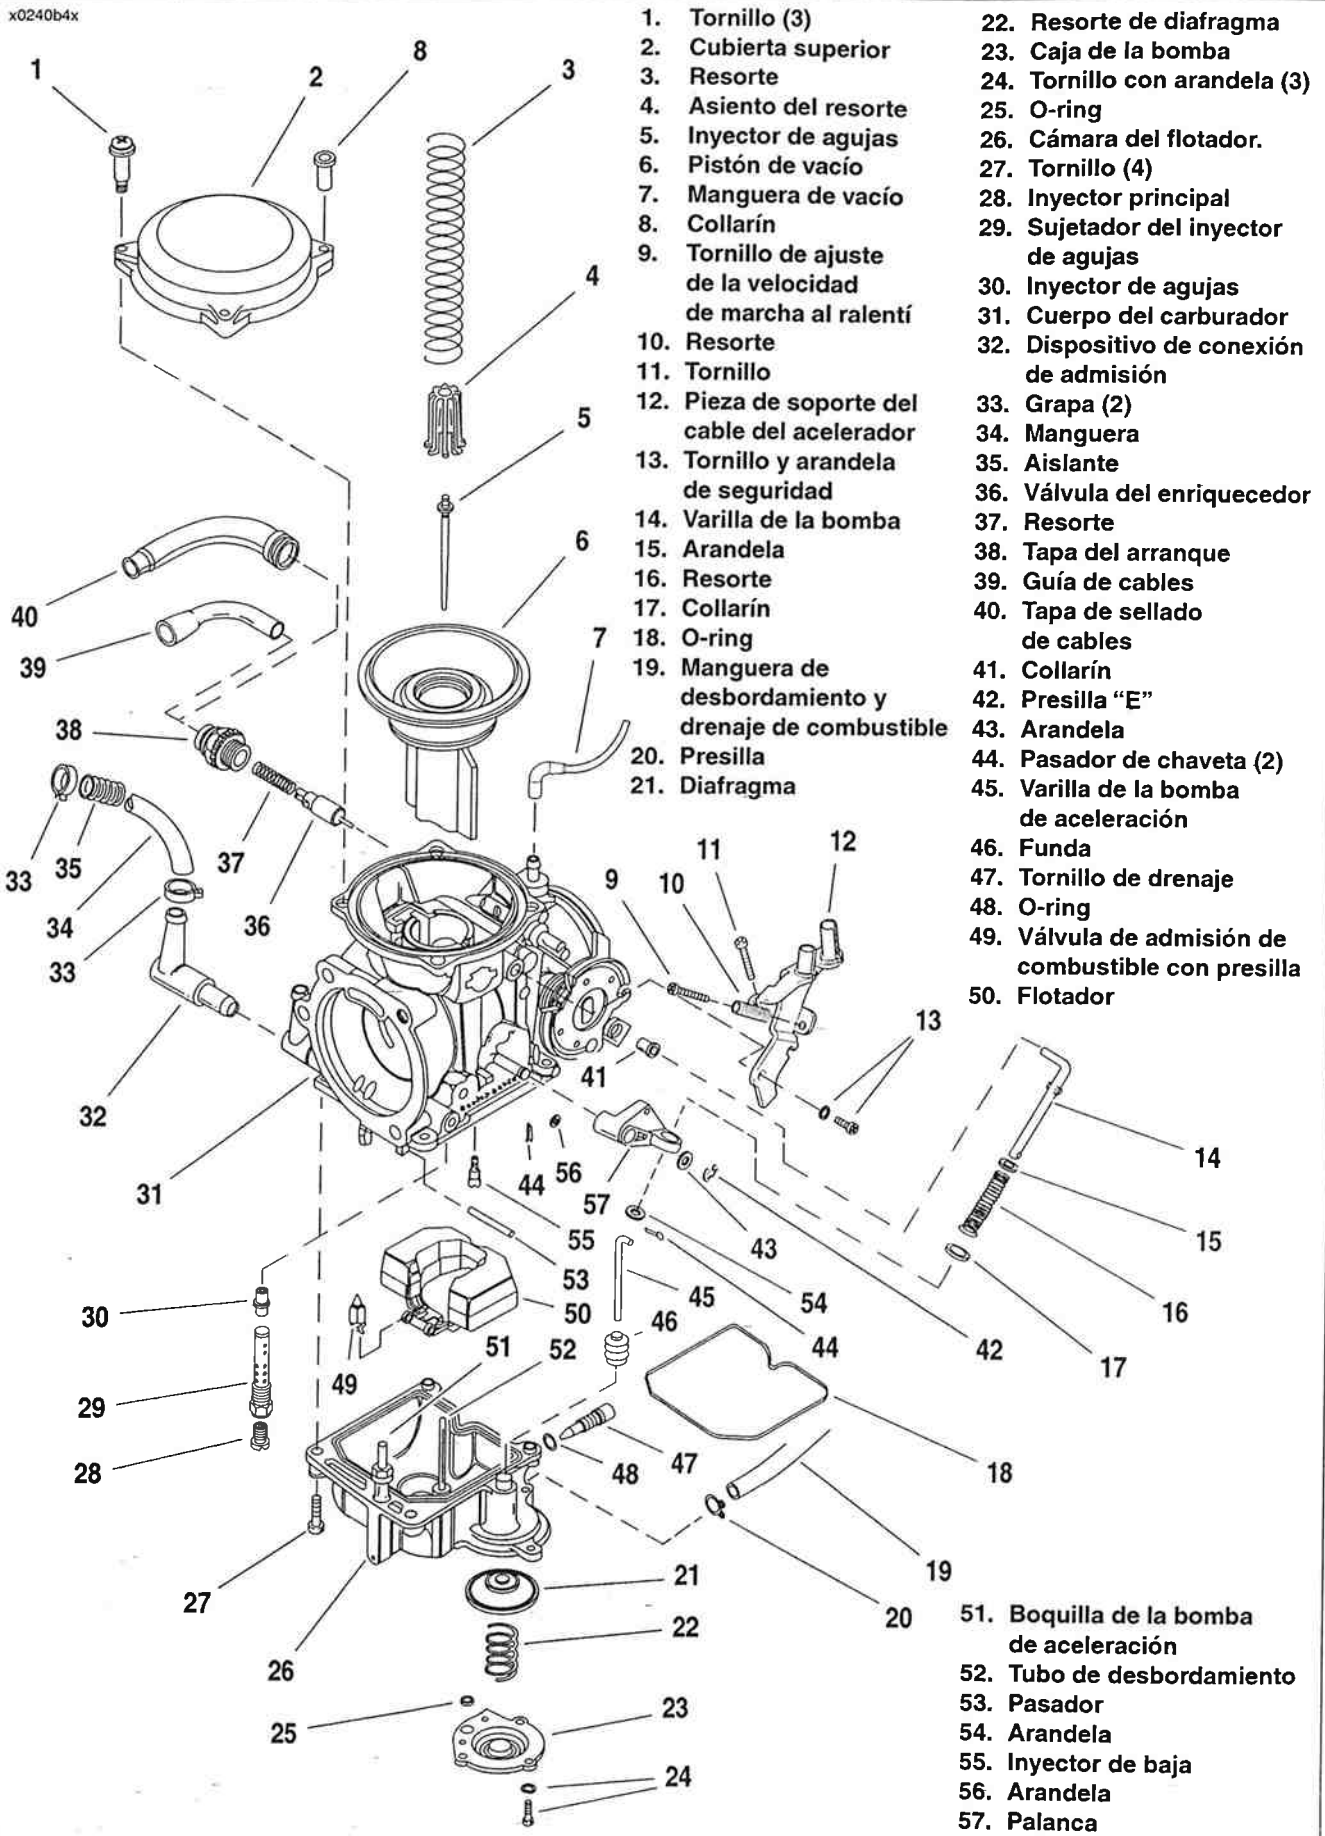
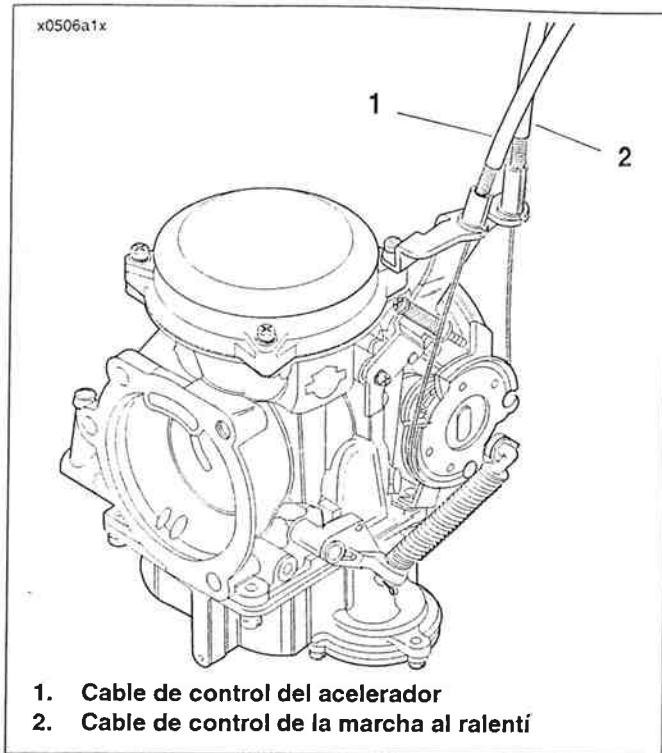
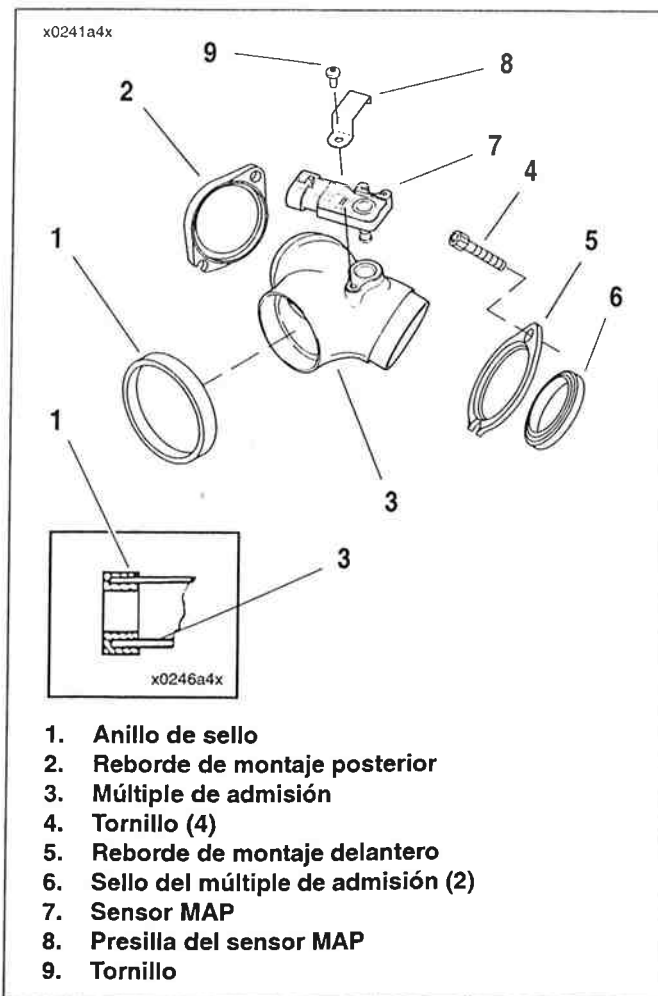

Figura 4-4. Carburador de velocidad constante (CV)
Figura 4-5. Cables del acelerador
Figura 4-6. Múltiple de admisión
1. Vea la Figura 4-4. Con la cubierta del depurador de aire retirada y el motor funcionando, gire el control del acelerador abriéndolo y cerrándolo parcialmente mientras observa si el pistón de vacío (6) tiene o no movimiento hacia arriba. Si el pistón no asciende, consulte Tabla 4-11. en 4.3 DIAGNÓSTICO Y SOLUCIÓN DE PROBLEMAS.
2. Con el motor sin funcionar, levante el pistón de vacío (6) con el dedo. Trate de sentir si el pistón se eleva completa y suavemente o si se presenta una condición de atascamiento.
3. Vea la Figura 4-4. Corte la grapa (33) y desconecte la manguera de combustible (34) del dispositivo de conexión de la admisión de combustible (32).
5. Vea la Figura 4-5. Desconecte los cables del acelerador (1, 2) del carburador.
6. Vea la Figura 4-4. Desconecte la manguera de desbordamiento y drenaje (19) del dispositivo de conexión de desbordamiento de combustible.
7. Quite el conjunto del cable del enriquecedor (38, 39 y 40), la válvula del enriquecedor (36) y el resorte (37).
10. Vea la Figura 4-6. Tire del carburador para liberarlo del múltiple de admisión (3). Si va a extraer el múltiple de admisión, quite los cuatro tornillos de montaje del múltiple (4). Quite el múltiple de admisión, el anillo de sello (1), las bridas de montaje (2, 5) y dos sellos del múltiple de admisión (6).
11. Si va a extraer el sensor MAP (7), extraiga el tornillo (9), la presilla del sensor MAP (8) y el sensor MAP.
1. Vea la Figura 4-4. Retire los tornillos (11, 13) y la pieza de soporte del cable del acelerador (12).
2. Quite tres tornillos (1). Extraiga la cubierta superior (2) y el resorte (3).
3. Levante y saque el pistón de vacío (6) con el inyector de agujas (5) y el asiento del resorte (4): Quite las piezas flojas del pistón de vacío.
1. Vea la Figura 4-4. Quite cuatro tornillos (27). Extraiga el conjunto de la cámara del flotador (26).
2. Quite el pasador (53), flotador (50) y el conjunto de la válvula de admisión de combustible (49).
3. Desenrosque el inyector principal (28) y el sujetador del inyector de agujas (29). El inyector de aguja (30) ahora está listo para extraerse del extremo inferior del conducto.
4. Inserte un destornillador de hoja delgada dentro del conducto del inyector de baja y saque el inyector de baja (55).
1. Vea la Figura 4-4. Quite tres tornillos con arandelas de seguridad (24), caja de la bomba de aceleración (23), resorte (22) y diafragma (21).
2. Retire el o-ring (25) de la caja.
1. Vea la Figura 4-4. Sostenga el pistón de vacío (6) contra bastante luz. Examine el diafragma en la parte superior del pistón de vacío para detectar señales de estrangulamiento, perforación o rasgadura. Reemplácelo si está dañado.
3. Examine el resorte (3) para ver si presenta estiramiento, ondulación, deformación o daño. Reemplácelos si es necesario.
5. Examine el inyector de aguja (5) para detectar si está doblado o dañado. La aguja debe estar derecha y la superficie de su parte ahusada debe estar lisa y pareja.
1. Vea la Figura 4-4. Compruebe el o-ring de la cámara del flotador (18) para detectar daños o deformaciones. Reemplace si las superficies de asiento están dañadas.
2. Examine la válvula de admisión de combustible (49) y el asiento de la válvula de admisión. Limpie con limpiador de carburador. Reemplace la válvula y (o) el cuerpo del carburador (31) si las superficies de asentamiento están dañadas.
3. Limpie el inyector de baja (55) con limpiador de carburador. Compruebe que todos los agujeros estén abiertos.
4. Compruebe la válvula del enriquecedor (36). Compruebe que la guía de agujas esté limpia, recta y sin daño. Compruebe la composición de la superficie del asiento para detectar desgaste o daño. Reemplácelo si está dañado.
6. Limpie el inyector de agujas (30). Reemplácelo si está dañado.
8. Compruebe el sujetador del inyector de agujas (29). Limpie los agujeros del tubo de purga. Reemplace el sujetador si está dañado.
9. Compruebe el flotador (50) para detectar fisuras o fugas. Reemplácelo si está dañado.
10. Limpie el inyector principal (28) con limpiador de carburador e inspeccione si tiene daños. Reemplácelo si está dañado.
1. Vea la Figura 4-4. Inspeccione el diafragma de la bomba de aceleración (21) para detectar agujeros, fisuras o deformación. Reemplace si es necesario.
2. Reemplace la varilla (45) de la bomba si está doblada y reemplace la funda (46) si está agrietada.